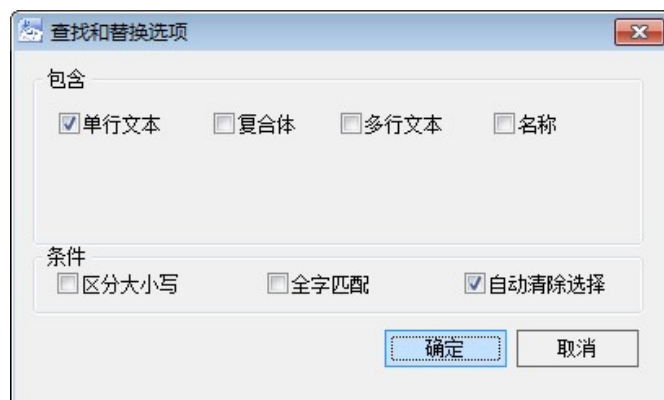

图 3-5 设置选项
- (1) **查找字符串：**输入所要查询的字符串、数字或汉字。
- (2) **选择范围：**字符串查找的范围，包括【当前选择】或者【整个图形】。若选择【当前选择】，则需要点击【选择】按钮，手动选择所要查找的范围；若选择【整个图形】，则默认搜索的范围是整个图形。
- (3) **改为：**本功能可完成替换。若需要将所搜索出的字符串做替换，则需要在此处输入替换的内容。
- (4) **选项：**可对要查找的字符串的条件进行设置，如图 3-5 所示。